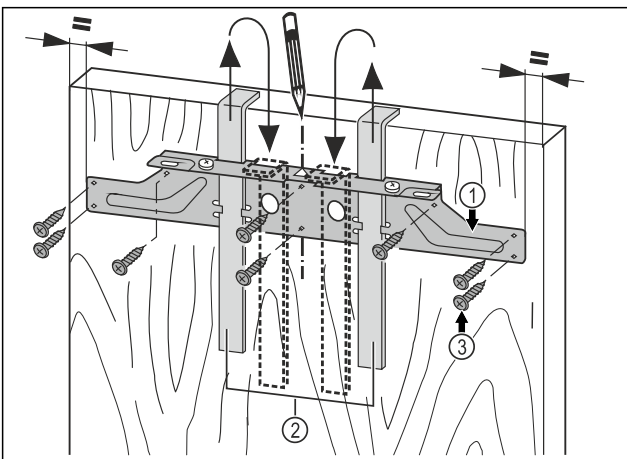

Fig. 45
- ▶ Hang de montagedwarsstang Fig. 45 (1) met de montagehulpen Fig. 45 (2) aan de binnenkant van de meubeldeur.
- ▶ Bevestigingstraverse Fig. 45 (1) in het midden van de deur uitlijnen.
- ▶ De bevestigingstraverse Fig. 45 (1) met minstens 6 schroeven Fig. 45 (3) vastschroeven.
- ▶ Bevestigingstraverse Fig. 45 (1) met 4 schroeven Fig. 45 (3) in de rand vastschroeven.
- ▶ Montagehulpstukken Fig. 45 (2) naar boven toe eruit trekken en gedraaid in de daarnaast gelegen opnameopeningen schuiven.